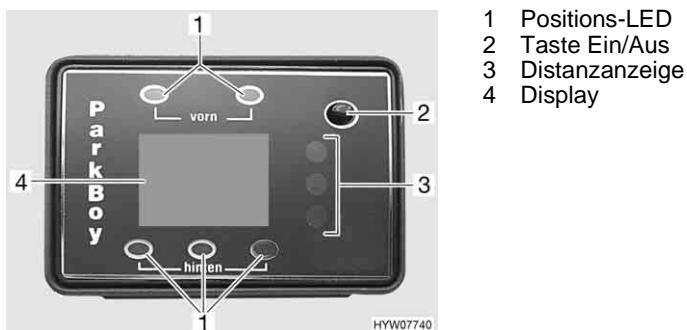

Bild 10 Bedieneinheit Parkdistanzkontrolle
Im Fahrgastraum zeigt eine Bedieneinheit mit Display (Bild 10) den Abstand zum Hindernis an. Gleichzeitig ertönt ein akustisches Signal als Warnmeldung.
- Beim Einschalten der Zündung führt die Parkdistanzkontrolle selbstständig eine Systemüberprüfung durch. Dabei leuchten alle Leuchtdioden und Segmente (Balken im Display) kurz auf und ein Piep-Signal ertönt. Wenn nach der Systemprüfung die rote LED der Distanzanzeige (Bild 10,3) blinkt und ein sich schnell wiederholender Warnton ertönt, hat das System einen Sensordefekt erkannt. Der defekte Sensor wird über das Display (Bild 10,4) angezeigt.
- Die Taste Ein/Aus (Bild 10,2) drücken.
- Die Parkdistanzkontrolle kann unabhängig von der gewählten Einschaltmethode über die Taste Ein/Aus (Bild 10,2) jederzeit ausgeschaltet werden.
Das Display (Bild 10,4) zeigt den Abstand in Schritten von 5 cm an. Angezeigt wird immer der geringste von einem Sensor gemessene Abstand. Welcher Sensor den Messwert liefert, wird durch das Aufleuchten der entsprechenden Positions-LED (Bild 10,1) angezeigt.
Die drei verschiedenenfarbigen Leuchtdioden (Bild 10,3) bilden die zweite Anzeigeart. Der Wechsel der Farben von Grün über Gelb zu Rot signalisiert die Annäherung an ein Hindernis.